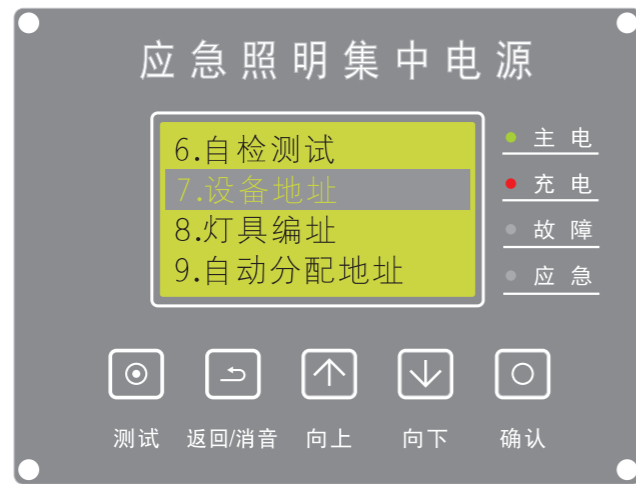

图15
(8)、设备地址设置：在主屏时，按【确认】键进入菜单，按【向上/向下】选择【设备地址】（如图15）按确认键进入。